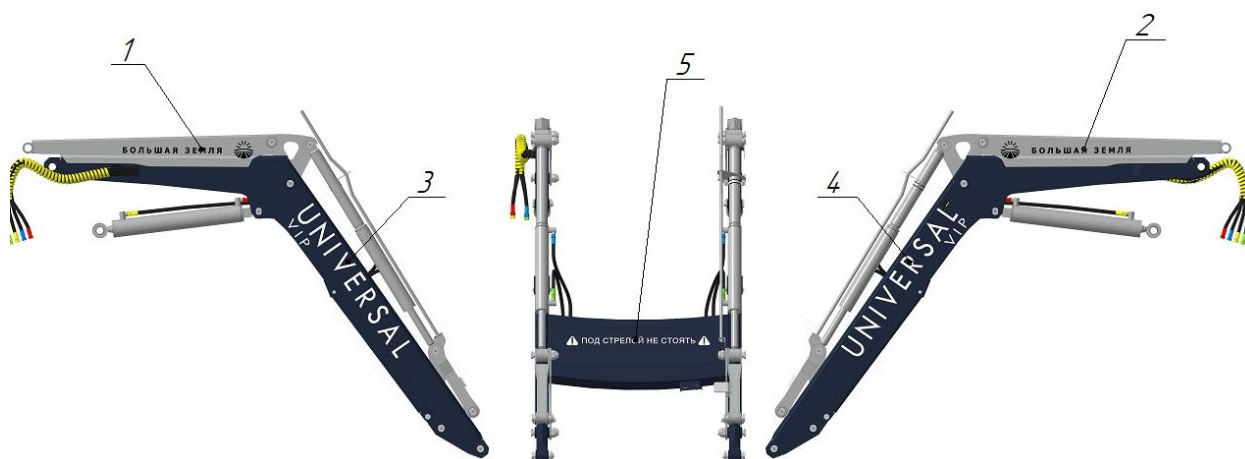

Рис. 3.9 - БЗ-V.00.970 Установка наклеек
3.9. Состав установка наклеек БЗ-V.00.970 приведен на рис. 3.9 и в таблице 3.9.